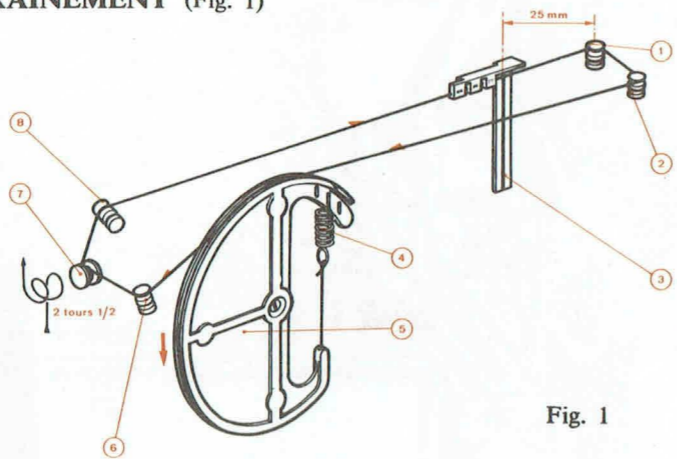
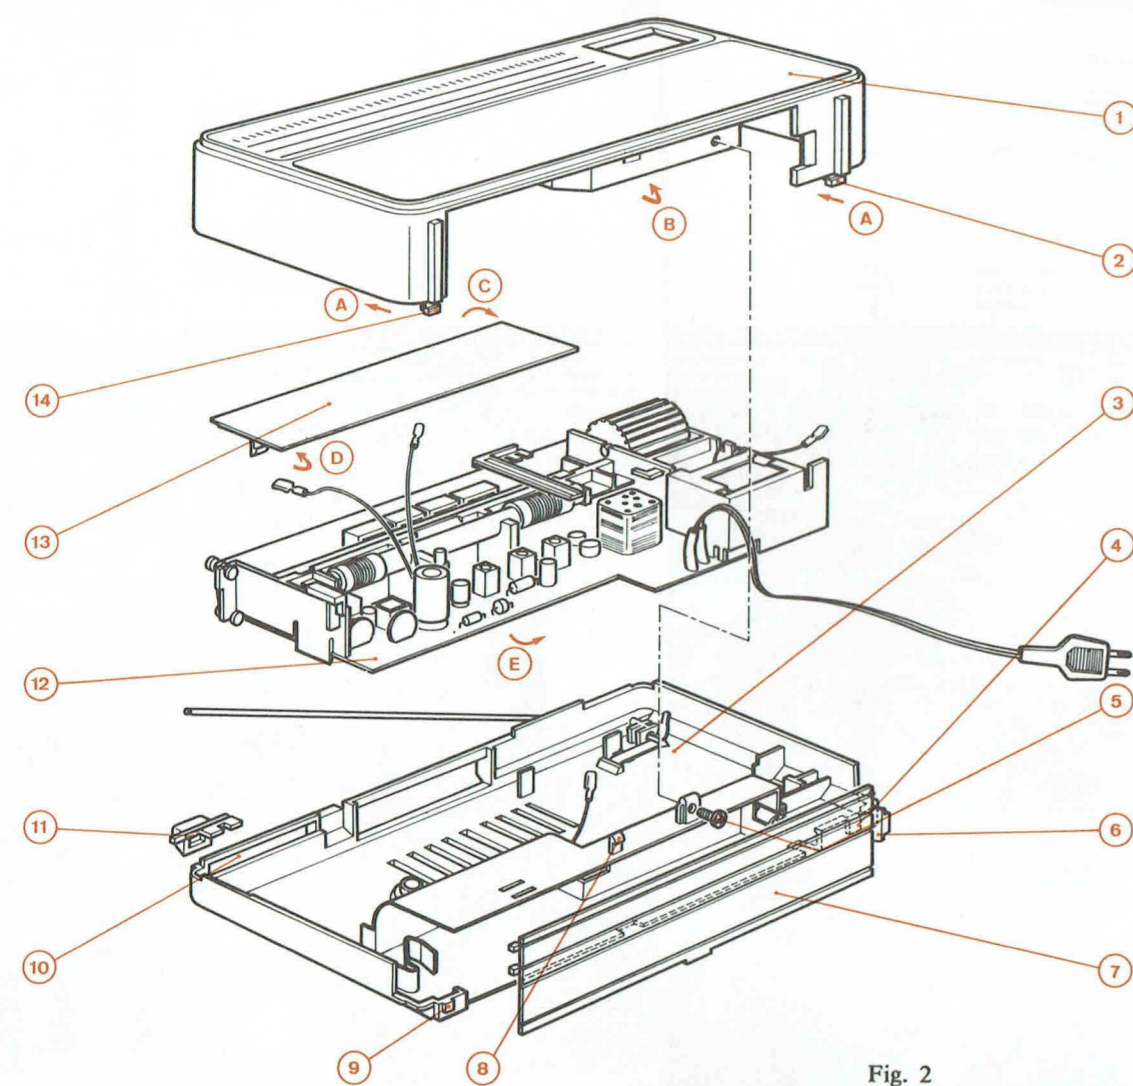

Fig. 1
Fig. 2
A. ACCÈS AU CIRCUIT IMPRIMÉ COTÉ ÉLÉMENTS (Fig. 2)
- 1 - Enlever la trappe à piles (7) en appuyant sur la languette de maintien (6).
- 2 - Dévisser et enlever la vis (5).
- 3 - Pousser la languette (8) pour libérer le coffret arrière (3).
- 4 - Appuyer, dans le sens des flèches (A), sur les languettes (2) et (14) à travers les orifices (4) et (9) pour décrocher le coffret avant (1).
- 5 - Soulever le coffret avant (1) dans le sens de la flèche (B).
- 6 - Débrancher les fils du haut-parleur et enlever le coffret (1).
- 7 - Soulever le fond du cadran (13), dans le sens de la flèche (C) puis dans le sens de la flèche (D) et l'enlever en tirant verticalement.
B. ACCÈS AU CIRCUIT IMPRIMÉ COTÉ CUIVRE (Fig. 2)
- 2 - Débrancher les fils de liaison au circuit imprimé (12).
- 3 - Enlever le curseur (11) en écartant légèrement avec un tournevis le guide (10).
- 4 - Soulever le circuit imprimé (12) dans le sens de la flèche (E) et le sortir du coffret arrière (3).
C. REMPLACEMENT DU CORDONNET D'ENTRAÎNEMENT (Fig. 1)
- 4 - Faire une boucle à l'extrémité du cordonnet et l'accrocher sur le tambour (5).
- 5 - Accrocher le ressort (4) dans l'une des encoches du tambour (5).
- 6 - Placer le cordonnet sur les poulies et guides (6), (7), (8), (1) et (2) puis sur le tambour (5) en respectant le sens des flèches.
- 7 - Accrocher le cordonnet sur l'extrémité libre du ressort (4).
- 8 - Placer l'aiguille (3) à 25 mm de l'axe de la poulie (1).